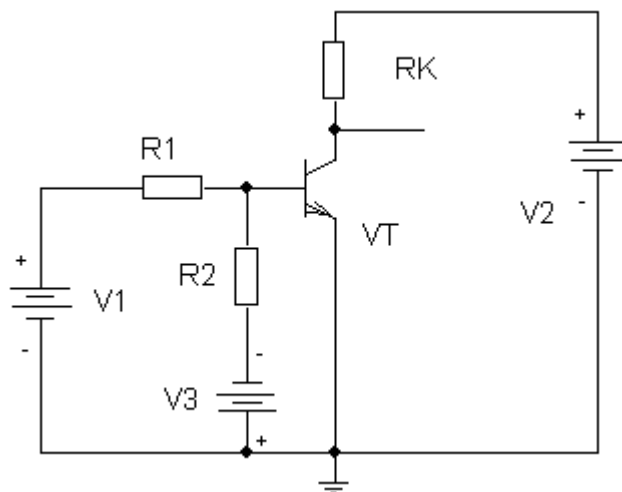

Рис. 1. Рабочая схема ключевого элемента
1. В операционной системе «Windows» под управлением программы «Schematics» собрать схему согласно рис. 1.